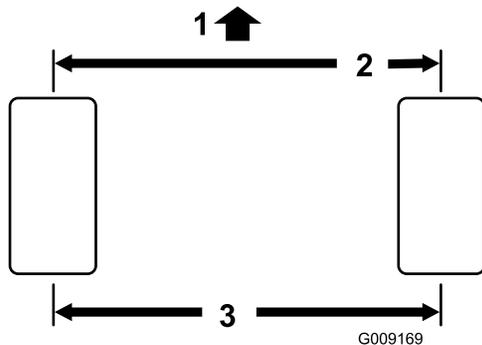

Bild 47
1. Messen Sie den Abstand vorne und hinten an den Lenkreifen Mitte-zu-Mitte (auf Achshöhe). Der Wert für vorne darf höchstens 3 mm kleiner sein als der Wert für hinten (Bild 47).